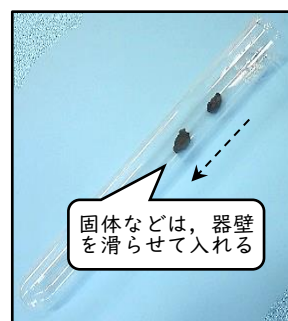

図11 固体の入れ方
- ① 入れる液体の量は、多くても試験管の4分の1以下とし、内容物をよく振り混ぜることができるようにします。
- ② 混ぜるときは、試験管の上端近くを持ち、底部を左右に振ります。
- ③ 固体などを入れるときは、試験管を傾け、器壁を滑らせながらそっと入れます(図11)。
- ④ 加熱する前に、沸騰石を入れ、開口部に人がいないことを確認します。
- ⑤ 加熱するときは、試験管を少し傾け、炎の先から3分の1くらい下に当てます。その後、突沸に注意しながら、底部を左右に振ります。突沸しそうになったときは、火から試験管を離します。